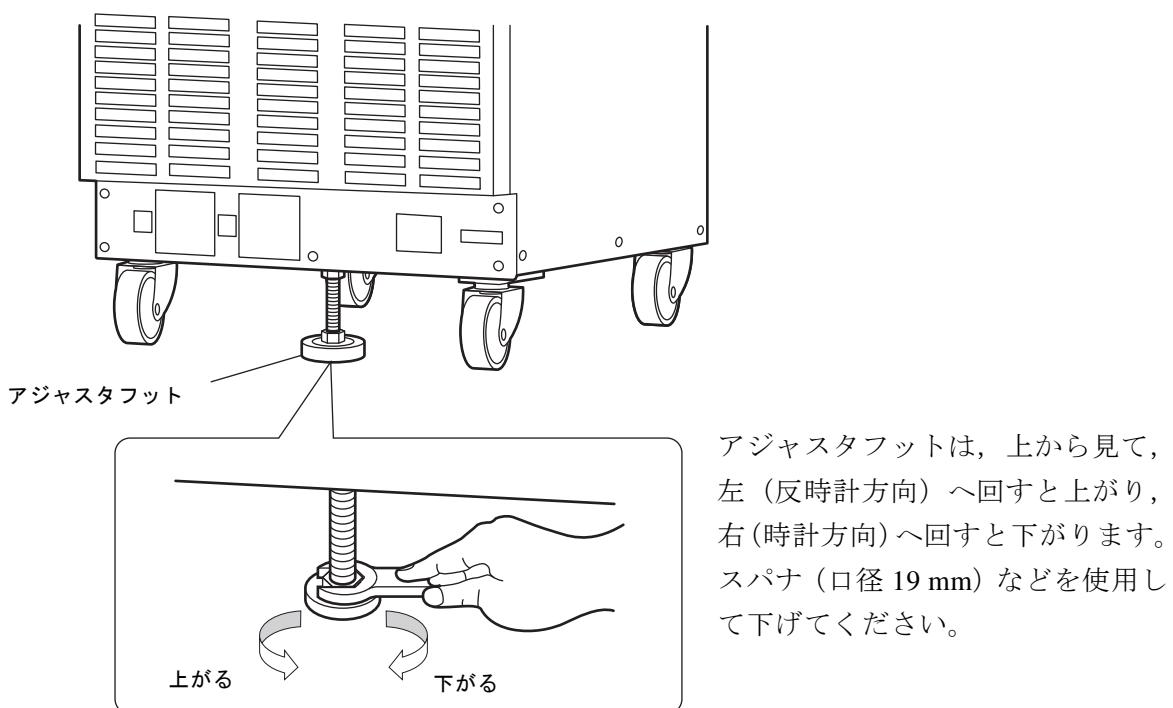

図2-1 アジャスタット（キャスタタイプに含む）の使用方法
- 傾斜した面に本製品を設置しないでください。アジャスタット（キャスタタイプに含む）は仮固定用で、自重を支えることはできません。また、本製品に寄りかかったり、本製品を支えにするようなことを行ったりしないでください。アジャスタットの使用方法を図 2-1に示します。